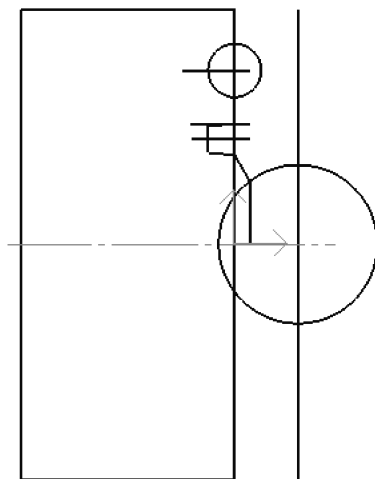

图 8-71 绘制圆弧 R14.85mm
4) 在菜单栏中选择【绘图】→【直线】命令, 或者单击【绘图工具】工具栏中的  按钮, 在弹出的立即菜单中选择【两点线】、【连续】、【正交】和【点方式】选项, 状态栏中提示第一点应在绘图区, 捕捉锥度线与圆弧 R14.85mm 的交点, 单击【确定】按钮; 状态栏中提示第二点应在绘图区, 捕捉 $\phi 88\text{mm}$ 外圆的中心线, 单击【确定】按钮, 即可绘制出圆弧 R14.85mm 的右端面, 如图 8-71 所示。